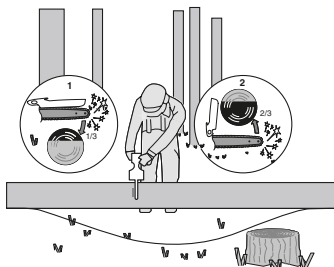

Bild 4
När stocken stöttas i båda ändarna, så som visas på bild 4, såga 1/3 diameter från ovsidan (kapning från ovsidan) (1). Gör sen den avslutande kapningen genom kapning från undersidan, från de undre 2/3 (2), för att möta den första sågningen.